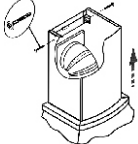

рис. 8
- 6.5 Выдвиньте фальштрубу, оденьте ее на кронштейн (рис. 8) и закрепите винтами.